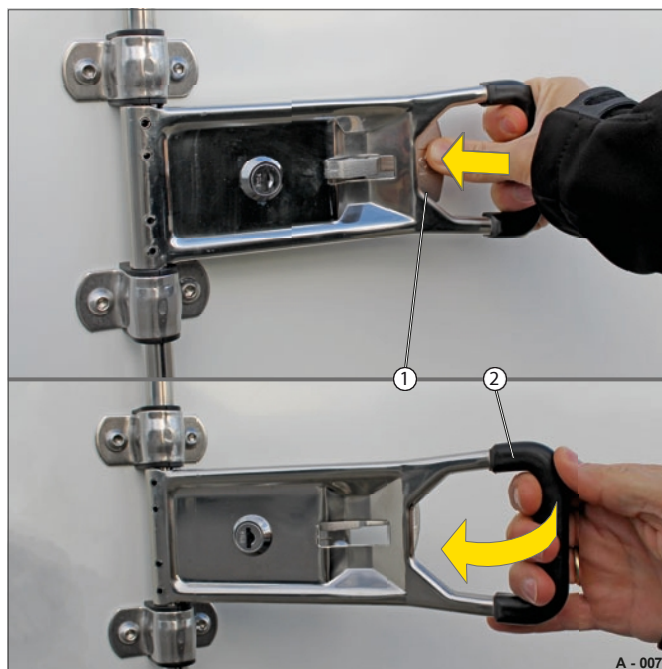

Fig. 7 Oplåsning af espagnoletlåsen
- Tryk snaplåsen (fig. 7/1) på lukkeren ind.
- Drej samtidig håndtaget (Fig. 7/2) udad.
- Lås espagnolettelåsen op - se fig. 7 på side 52.